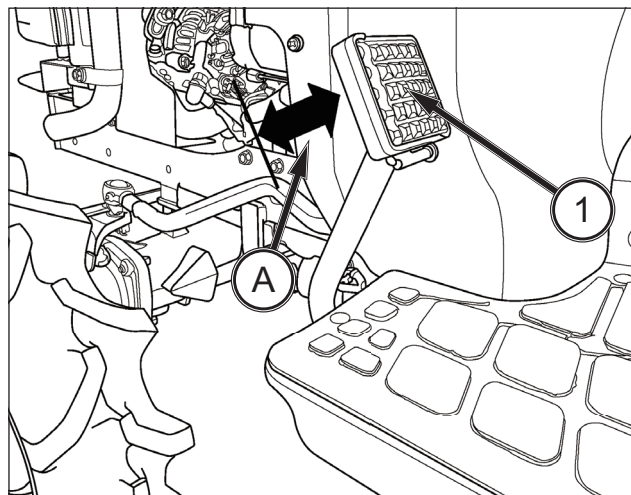

ABB. 112
ABB. 112: Der Säurestand in der Batterie muss regelmäßig geprüft werden. Der Säurestand muss zwischen der oberen (A) und der unteren (B) Markierung liegen. Wenn der Säurestand unter der unteren Markierung liegt, den Stand mit destilliertem Wasser erhöhen.